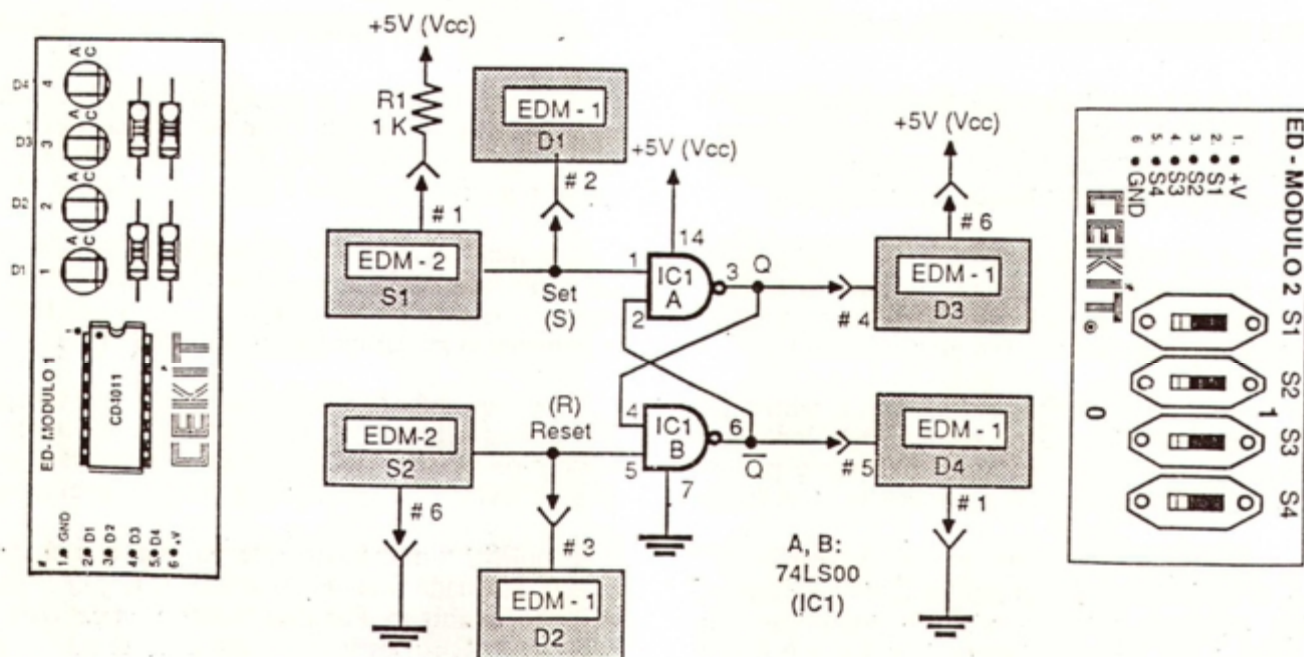

Fig. E36
En la figura E36 se muestra el circuito que vamos a utilizar en este experimento para comprobar la operación de un *latch* NAND. Este último está formado por las compuertas A y B de IC1 (7400). Los interruptores lógico S1 y S2 del módulo 2 determinan, en su orden, el estado de las entradas S (SET) y R (RESET) del flip-flop.
Paso 1. Arme sobre el *protoboard* el circuito de la figura E36. Inserte cuidadosamente el circuito integrado 7400 (IC1) y los módulos EDM-1 (monitores D1-D4) y EDM-2 (interruptores S1 y S2). Al ter-